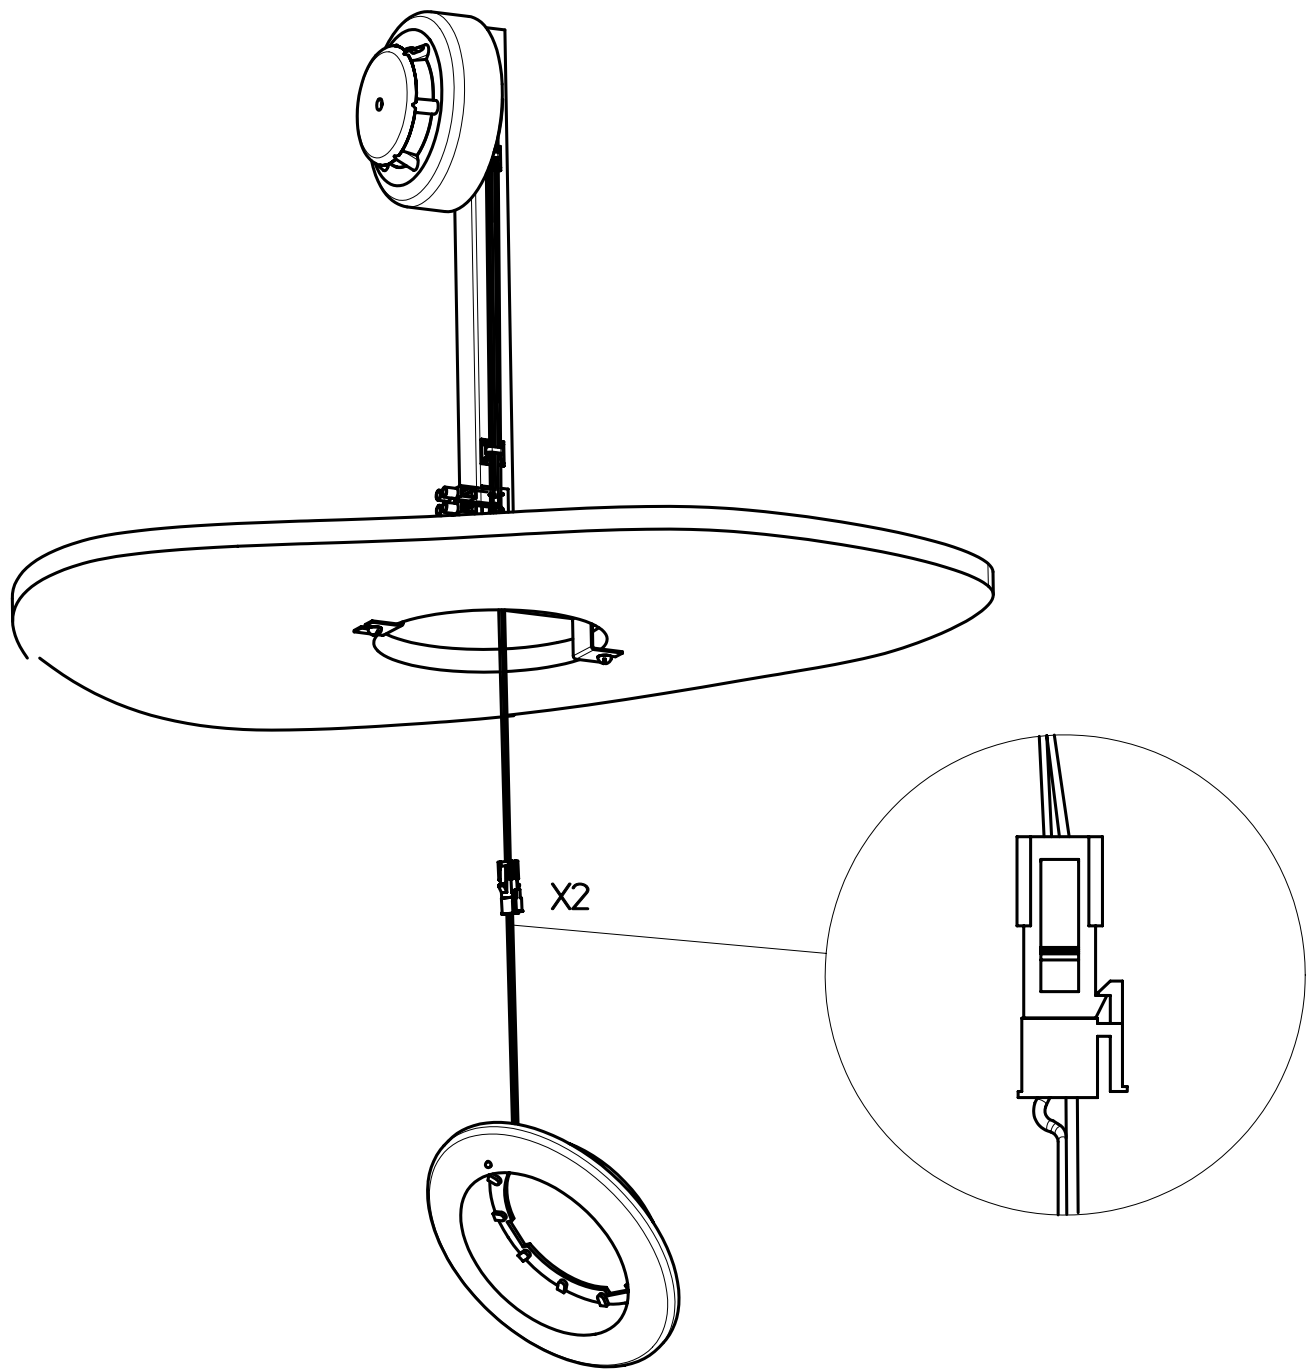

Рис. 5. Подключение ВУОС
5.6 Произвести подключение ВУОС, соединив вилку обоймы с розеткой X2 (см. рис. 5).